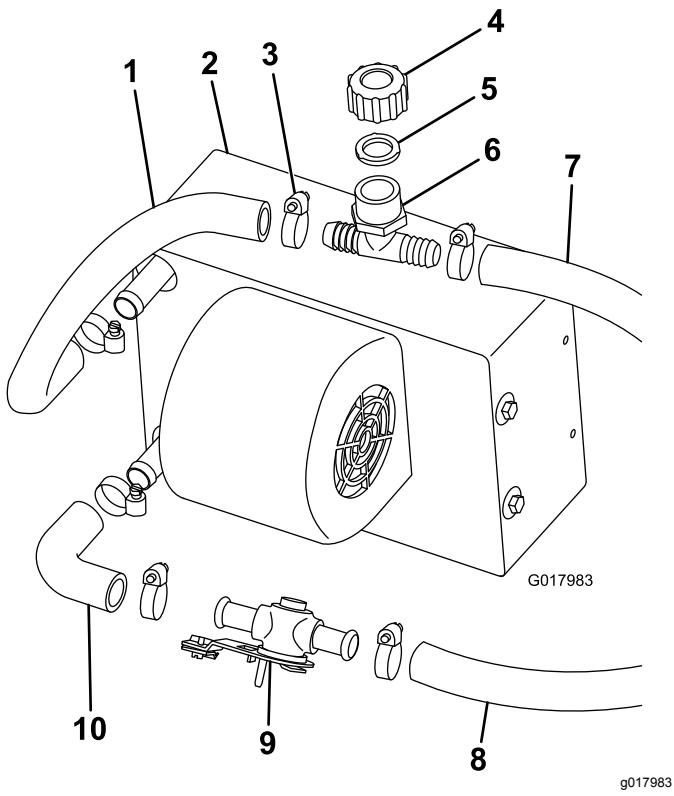

Bild 19
- Befestigen Sie den Krümmerschlauch mit einer Schlauchklemme am unteren Anschlussstück der Heizung (Bild 19).
2. Schließen Sie das Heizungsventil mit einer Schlauchklemme am Krümmerschlauch an (Bild 19).
3. Schneiden Sie ein 36 cm langes Schlauchstück (5/8") und befestigen Sie es mit einer Schlauchklemme am oberen Anschlussstück der Heizung (Bild 19).
4. Befestigen Sie das weiße Füll-T-Stück, die Dichtung und den Deckel mit einer Schlauchklemme am oberen Heizungsschlauch (Bild 19).